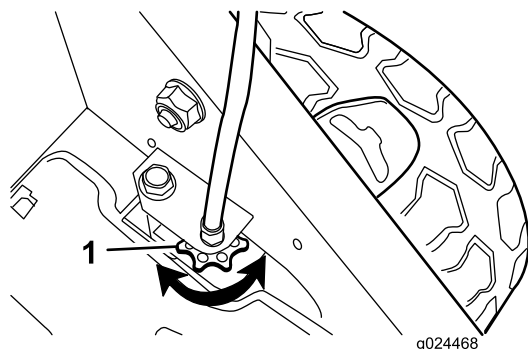

Figura 25
- Si las ruedas no giran al apretar la barra de autopropulsión, la correa de transmisión está demasiado floja. Gire el mando de control de la transmisión de las ruedas (Figura 25) una vuelta en el sentido de las agujas del reloj y repita los pasos 4 a 6.
la transmisión de las ruedas (Figura 25) una vuelta en el sentido contrario a las agujas del reloj y repita los pasos 4 a 6.